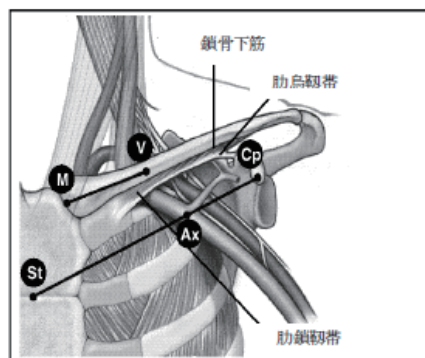

図1: 経皮的鎖骨下静脈穿刺の部位
- ⑤ St(胸骨角)とCp(肩甲骨上縁突起)を確認する(図1参照)。